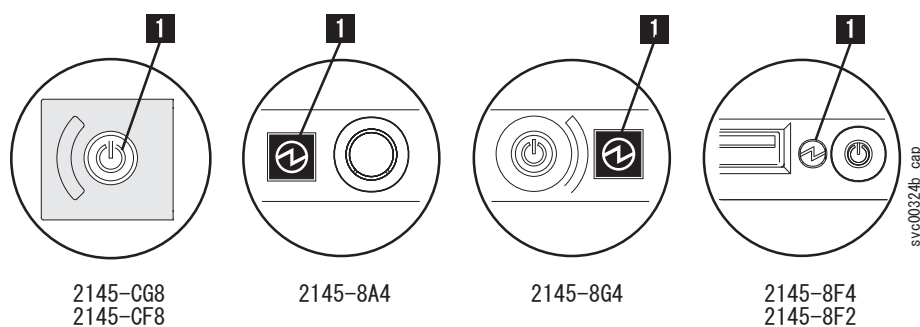

図 90. SAN ボリューム・コントローラー モデル 2145-CG8、2145-CF8、2145-8A4、2145-8G4、および 2145-8F4 または 2145-8F2 オペレーター情報パネルの電源 LED
1. SAN ボリューム・コントローラー モデル 2145-CG8、2145-CF8、2145-8A4、2145-8G4、および 2145-8F4 または 2145-8F2の電源 LED（図 90 の **1**）を確認します。